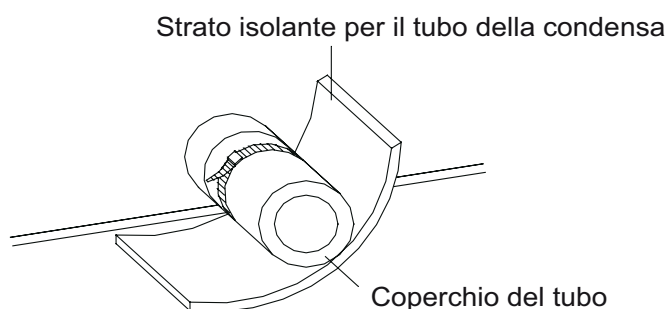

Fig.13 Isolamento termico del tubo della condensa
a. Il tubo della condensa deve mantenere un angolo di inclinazione di 5 - 10°, che possa facilitare il drenaggio dell'acqua di condensa. I raccordi del tubo della condensa devono essere isolati con materiale termoisolante, per evitare la formazione di condensa (vedi Fig.13).